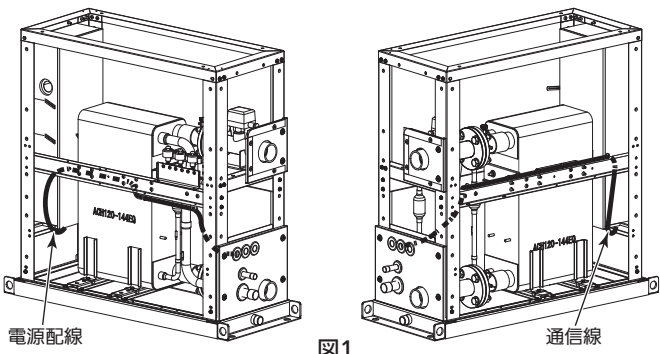

図1
- (1) エンジン・電動機などの高温発生部および可動部
- (2) 冷媒配管・圧力取出用細管部などの冷媒回路
- (3) 取付金具などの鋭利部
- 電源配線(AC200V)および通信線(リモコン配線、室外ユニット・水熱交換器ユニット間操作線)を電装BOXに引き込む際は、電装BOX側パネル・配管側パネル・天井パネルを外して図1のように横フレームにある配線用クランプで固定して、取付金具の鋭利部などに触れないようにしてください。また、横フレームとサイドパネルの間に配線がはさまらないようにしてください。